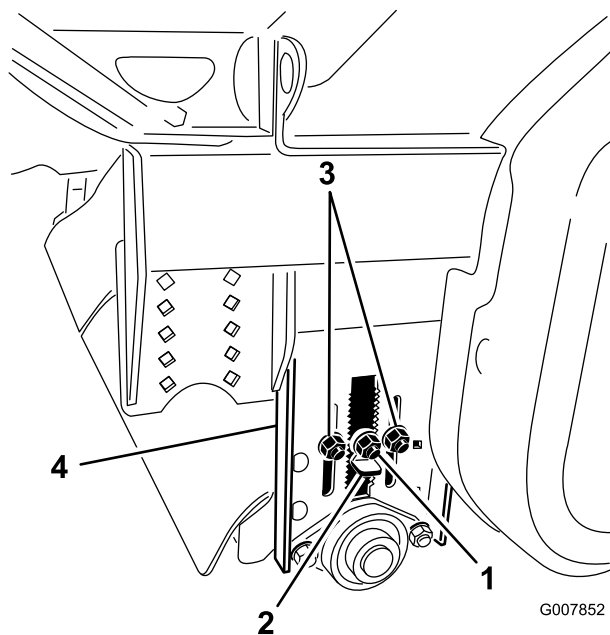

Figura 30
1. Antes de nivelar el procesador de terrones, asegúrese de que la altura del cepillo de recogida y el rodillo trasero corresponden con la altura de corte correcta (Figura 30). Si el procesador de terrones está equipado con un cepillo nuevo, la tabla de ajustes del rodillo trasero puede utilizarse para ajustar el rodillo trasero a la altura de corte correcta.